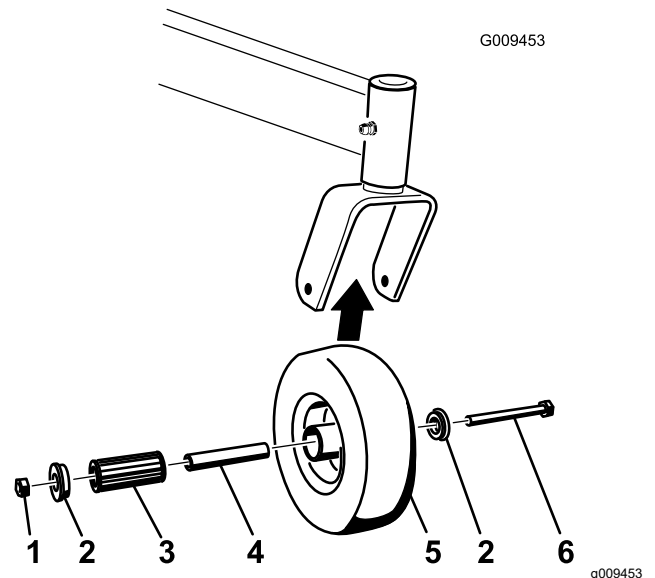

Figura 34
1. Retire la contratuerca y el perno que sujetan la rueda giratoria a la horquilla (Figura 34).
2. Retire uno de los casquillos, y tire del casquillo intermedio y del cojinete de rodillos para sacarlos del cubo de la rueda (Figura 34).
3. Retire el otro casquillo del cubo de la rueda y limpie la grasa y la suciedad del cubo de la rueda (Figura 34).
Nota: Repare o cambie cualquier pieza dañada o desgastada (Figura 34).
5. Coloque uno de los casquillos en el cubo de la rueda (Figura 34).
6. Engrase el cojinete de rodillos y el casquillo intermedio y deslícelos en el cubo de la rueda (Figura 34).
7. Coloque el segundo casquillo en el cubo de la rueda (Figura 34).
8. Instale la rueda giratoria en la horquilla y fíjela con el perno y la contratuerca (Figura 34).
9. Apriete la contratuerca hasta que el casquillo intermedio se apoye contra el interior de las horquillas de las ruedas giratorias (Figura 34).